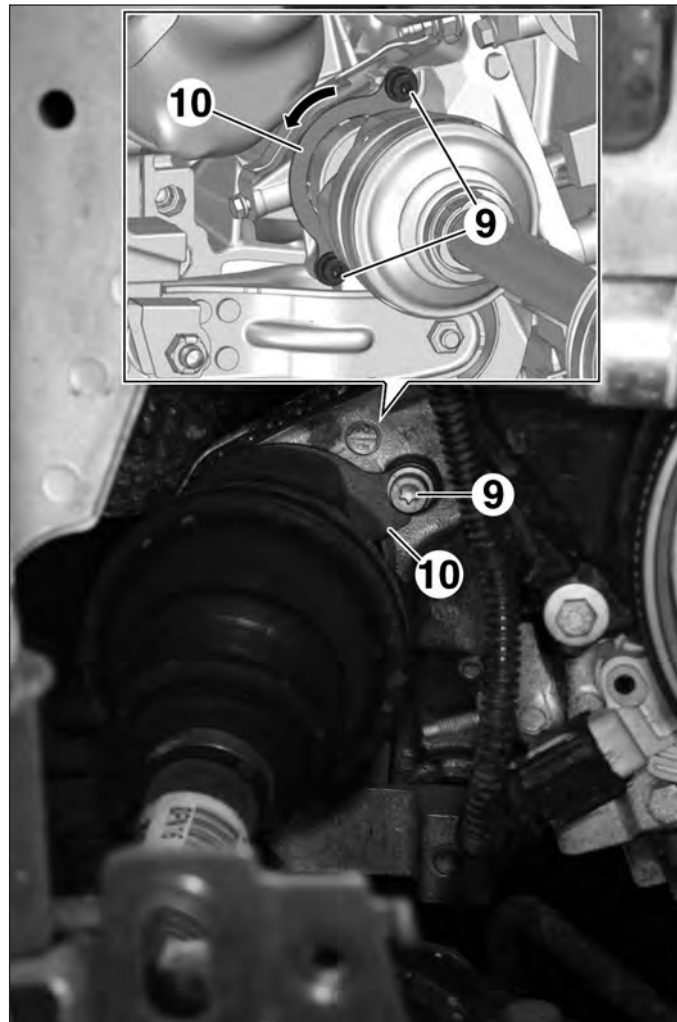

FIG.5
- Desserrer les vis (9) (Fig.5).
- Pivoter, dans le sens de la flèche, la plaque de maintien (10).